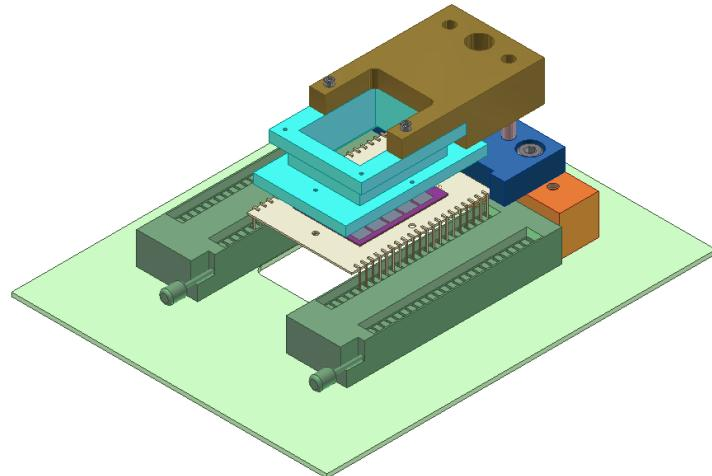

Figura 39 Base di montaggio per SDC: si vedono il ‘frame cristalli’ (azzurro) ed il sistema per il posizionamento del ‘frame cristalli’ (marrone)
- Un sistema per il posizionamento del ‘frame cristalli’ (Figura 39)